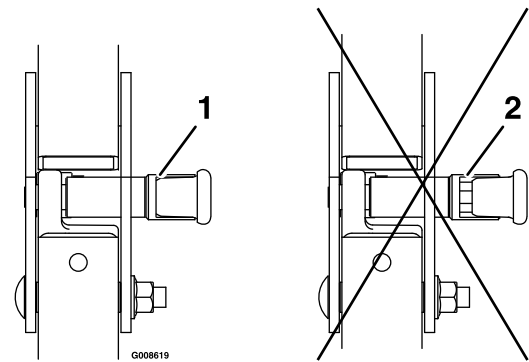

Figura 9
3. Premete il roll bar e assicuratevi che entrambi i perni siano innestati (Figura 9).